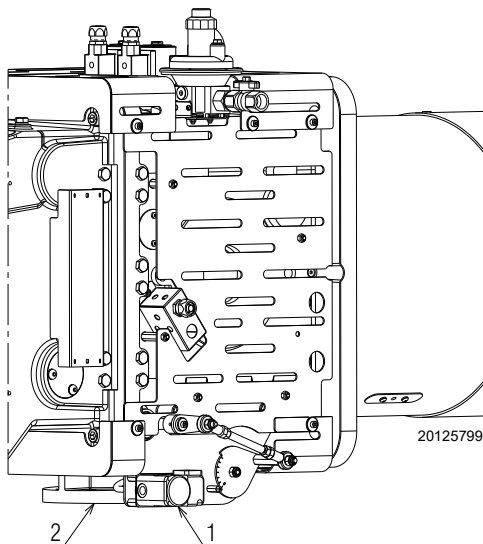

Fig. 20
La rampa del gas è predisposta per essere collegata al bruciatore alla flangia 2)(Fig. 20).
Pressione del gas misurata alla presa 1)(Fig. 20), con:
Perdita di carico farfalla gas 2)(Fig. 20) con apertura massima: 90°.
- sottrarre dalla pressione del gas alla presa 1)(Fig. 20) la pressione in camera di combustione.
Pressione del gas alla presa 1)(Fig. 20) = 61,2 mbar
Per conoscere invece la pressione del gas necessaria alla presa 1)(Fig. 20 a pag. 19), fissata la potenza massima di modulazione alla quale si desidera funzioni il bruciatore:
- Leggere sulla destra, colonna 1, la pressione alla presa 1)(Fig. 20 a pag. 19).
pressione necessaria alla presa 1)(Fig. 20 a pag. 19).